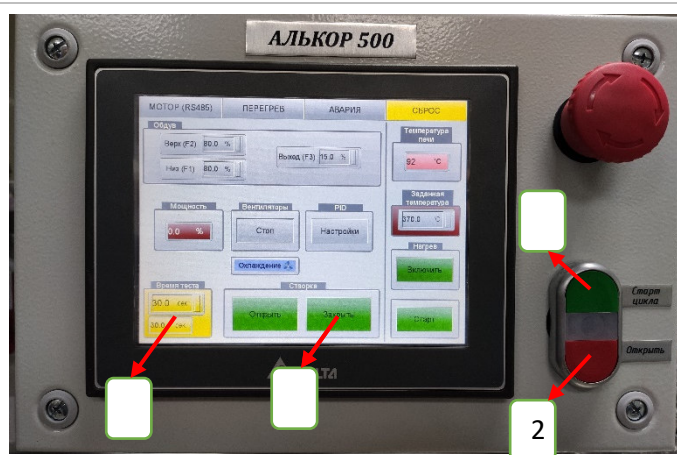

Рисунок 17
Нажмите на кнопку (2) **Открыть** на панели оператора (Рис. 17), после чего откроется затвор печи. Установите образец как показано на (Рис 9). Нажмите на кнопку (1) **Старт цикла**, после закрытия затвора включится время тестирования (3) по истечении заданного времени затвор печи откроется. После проведения испытания для избежания потерь заданной температуры затвор печи необходимо закрыть нажатием на кнопку (5) **Заккрыть.**